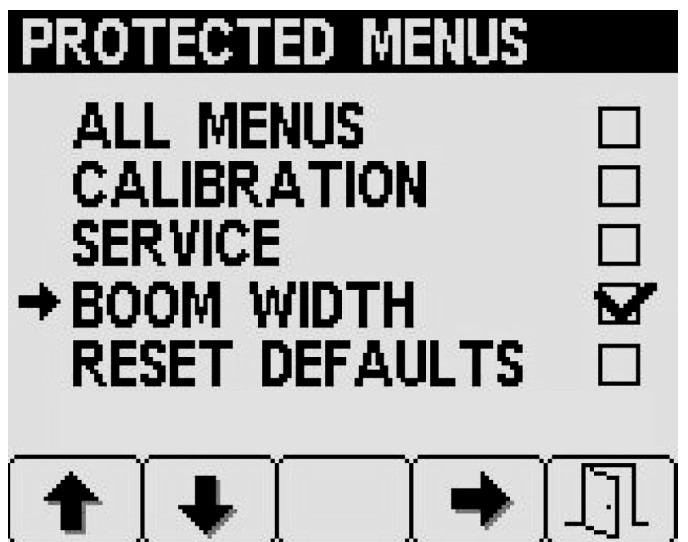

Bild 30
3. Drücken Sie Taste 4, um jeden Eintrag im geschützten Menü auszuwählen oder dessen Auswahl aufzuheben, wie in Bild 30 abgebildet.